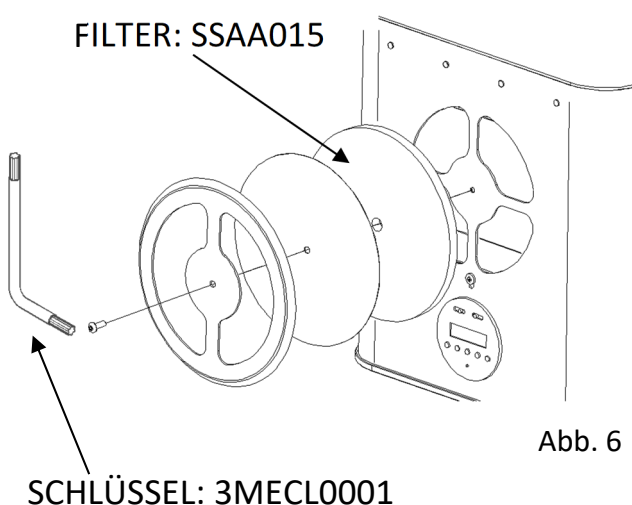
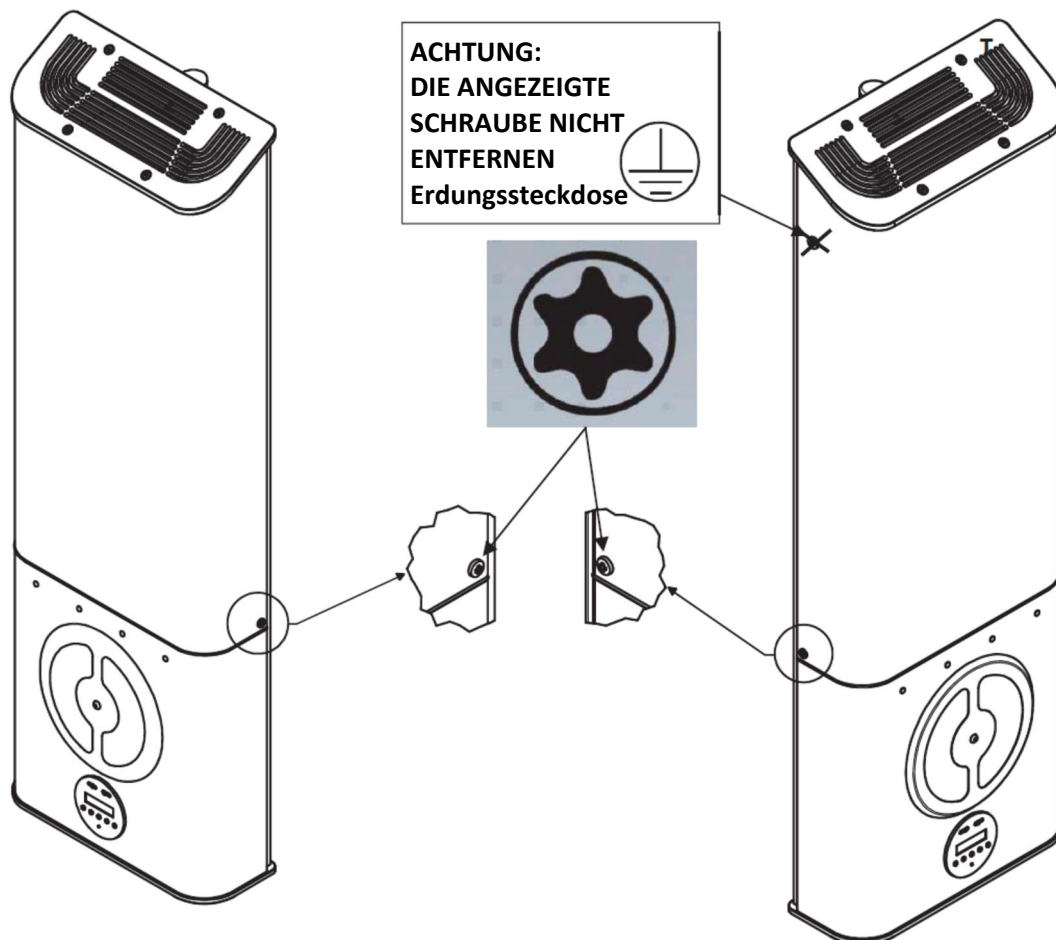

Abb. 6
Abb.8
- 2- Entfernen Sie den vorderen Teil der Düse, in dem sich der Filter befindet. (Abb.6)
- 4- Bringen Sie die Vorderseite der Entlüftung in der in Abb. 6 angegebenen Reihenfolge wieder an Abb.6
1. Mit Hilfe des mitgelieferten L-Schraubenschlüssels (3MECL0001) für die entsprechenden Sicherheits- TORX Schrauben (Abb.6) die schrauben auf den Gehäuseseitenteilen entfernen (Abb.8).